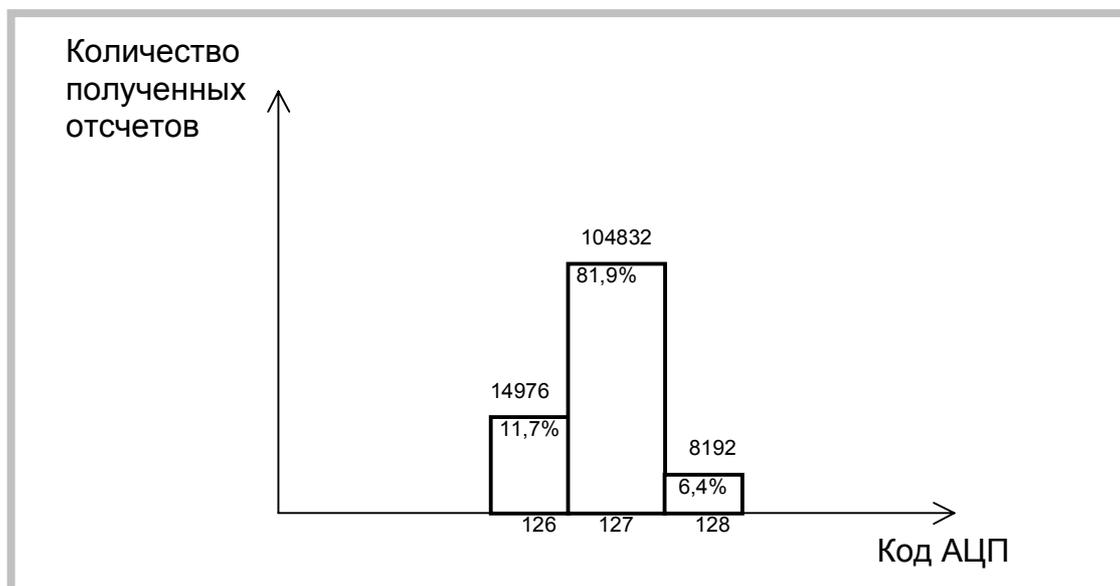

Рисунок 11. Статистика результатов данных 5
- 5) Диапазон напряжений входного сигнала платы ЛА-н10М6РСІ ±0,5В. Частота запуска АЦП - 50МГц. Число собранных отсчетов 128000 (Рисунок 11).